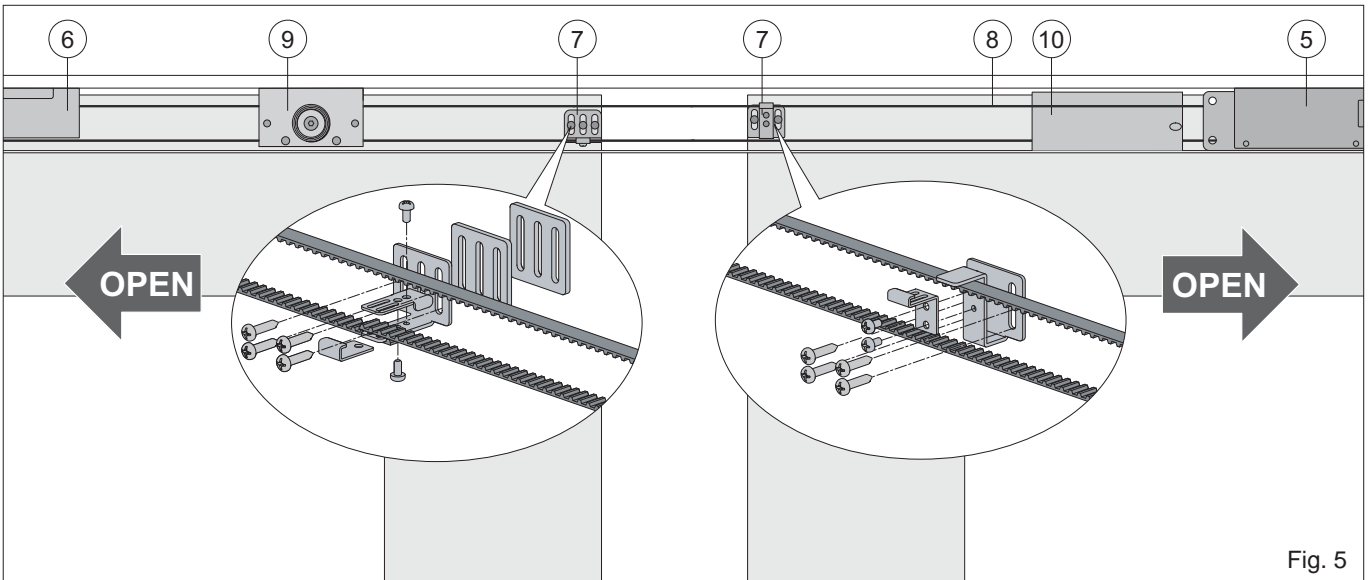

Fig. 5
*Attenzione: in caso di automazione a due ante le staffe attacco anta devono essere posizionate a filo anta come indicato in fig. 5.*